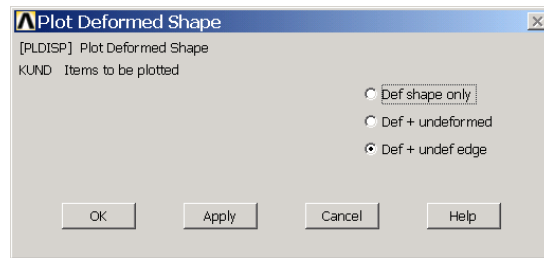

图1.43 【Plot Deformed Shape】对话框
(1) 单击 Main Menu>General Postproc>Read Results>First Set 菜单，读入最初的结果文件。
(2) 单击 Main Menu>General Postproc>Plot Results>Deformed Shape 菜单，弹出【Plot Deformed Shape】对话框，如图 1.43 所示。